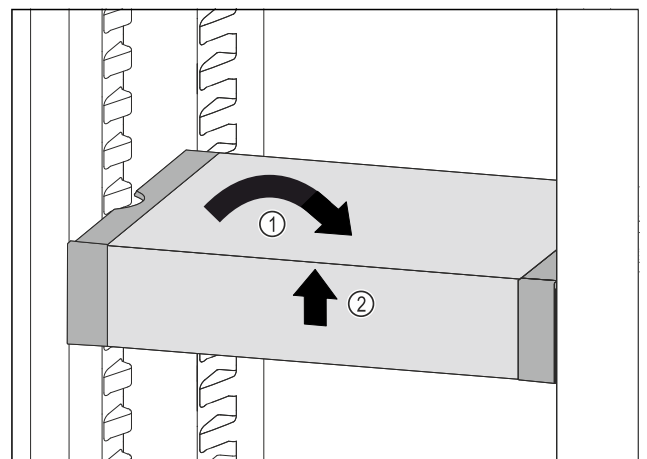

Fig. 96
- ▶ VarioSafe gerade stellen. *Fig. 96 (1)*
- ▶ VarioSafe vorne anheben. *Fig. 96 (2)*